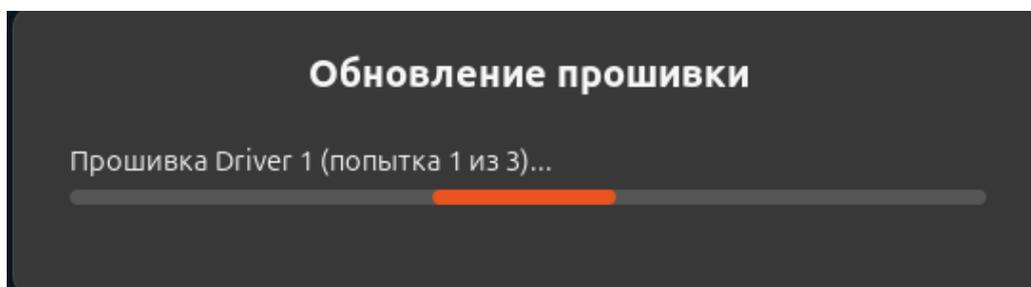

Рисунок II-36 – Уведомление об обновлении
- 4) Если все условия выполнены, то нажмите «Yes». Отобразится уведомление о начале обновления (см. Рисунок II-36).